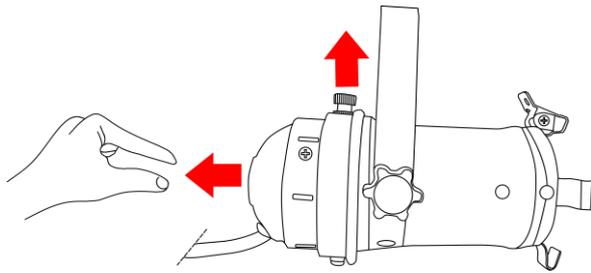
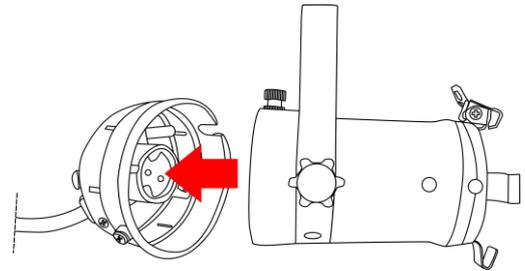

Fig. 03
Fig. 04
- 02) Tire de la palanca con resorte en sentido de la flecha y extraiga la cubierta trasera de la lámpara (Fig. 03 y Fig. 04).